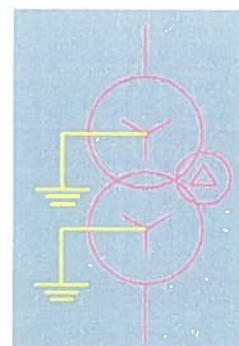

Fig. 7.99
4. Transformatorul este într-o stare „**necunoscută/nedefinită**”. Această stare este determinată fie de poziția „**necunoscută/nedefinită**” a unui echipament de comutație aferent celulei, fie de întreruperea comunicației dintre TNCC și UCCP . În aceste condiții, transformatorul va fi reprezentat cu culoarea magenta indiferent de nivelul de tensiune, cu excepția legăturii la pământ a neutrului conexiunii stea care va avea culoarea galben. Fig. 7.99